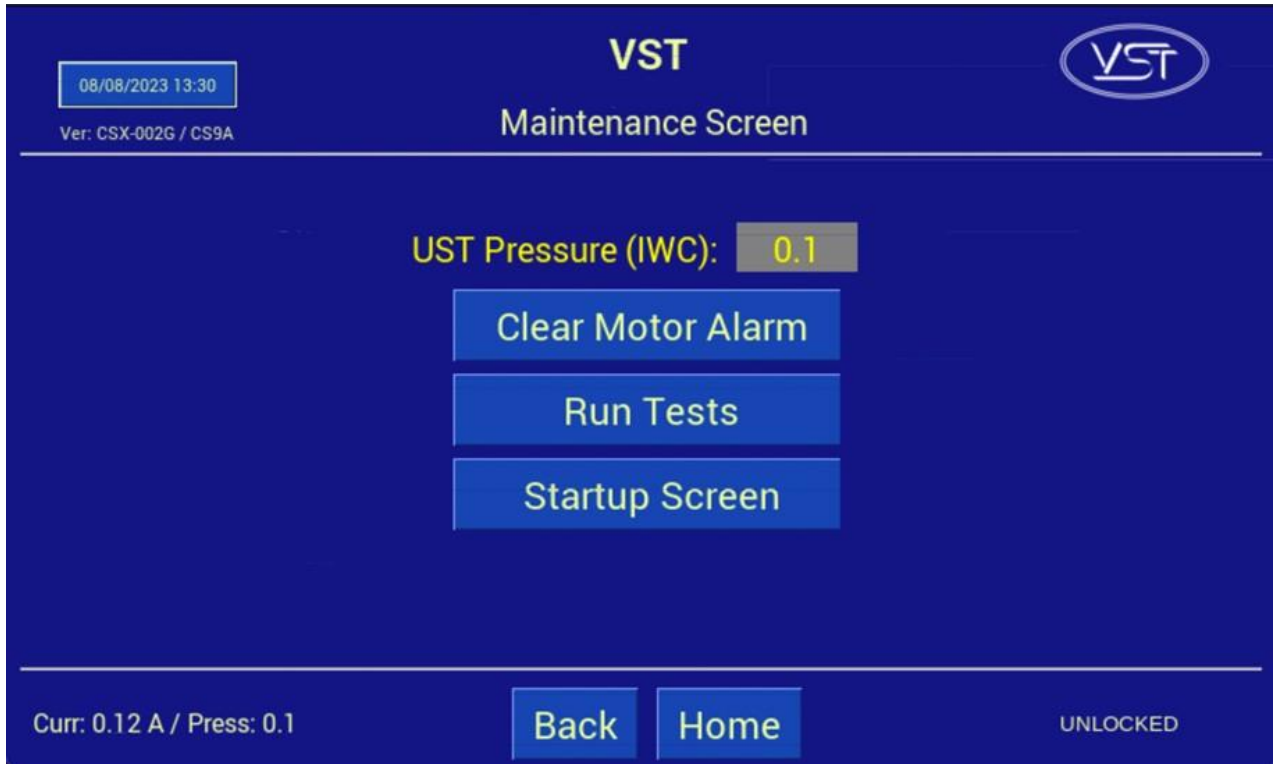
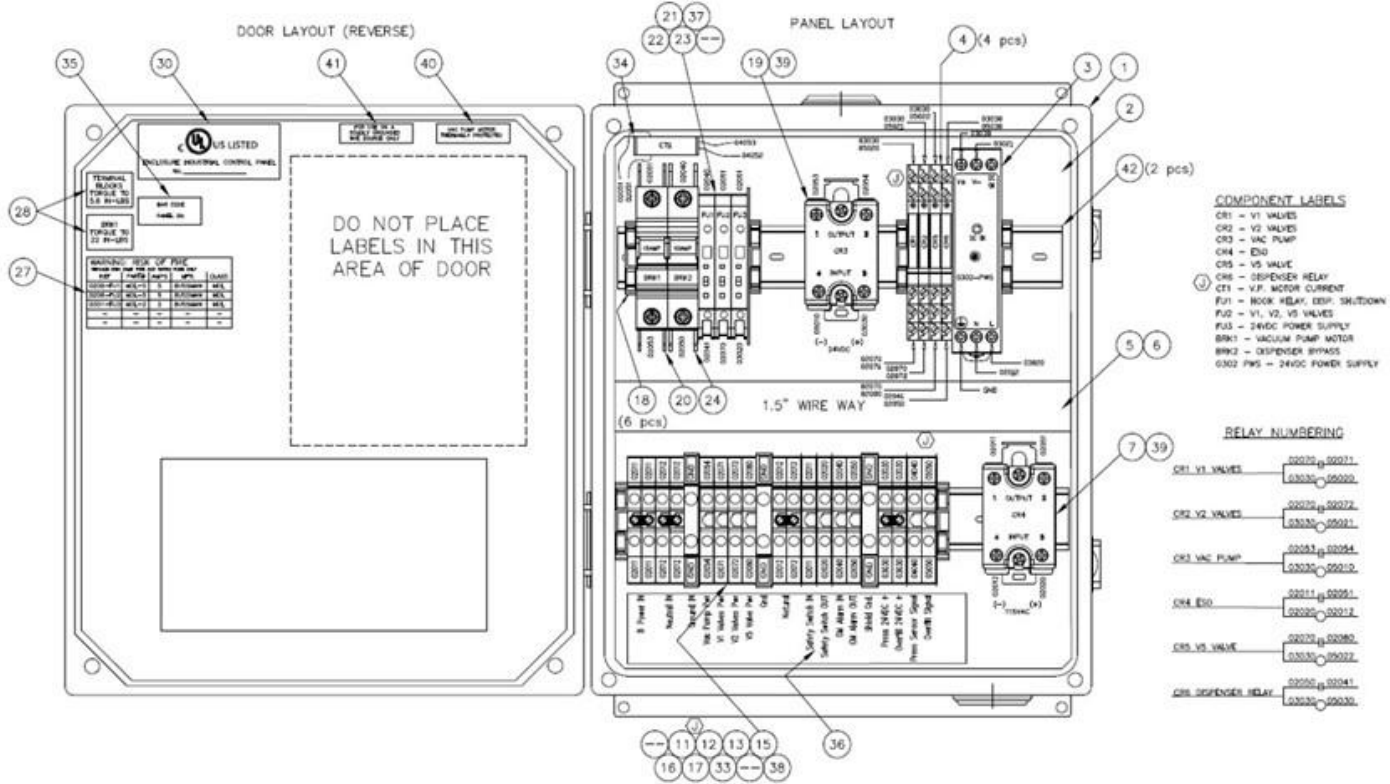

Figura 8-17: Pantalla de mantenimiento
Figura 8-21: Componentes eléctricos del panel de control del VST
1.	<p>Compruebe si se ha desconectado el disyuntor de la bomba de vacío (BKR1) en el panel de control. Vea la Figura 8-21.</p> <ul style="list-style-type: none"> a) Ingrese a la pantalla de Mantenimiento usando el código 878 para deshabilitar el GREEN MACHINE. b) Abra la puerta delantera del panel de control. c) Compruebe el disyuntor BRK1 para ver si se desconectó: <ul style="list-style-type: none"> ● Si la palanca del disyuntor está hacia arriba y la ventana está en ROJO, el disyuntor no se ha desconectado. ● Si la palanca del disyuntor está hacia abajo y la ventana está en VERDE, el disyuntor se ha desconectado. d) Si el disyuntor no se ha desconectado, vaya al Paso 2. e) Si el disyuntor de la bomba de vacío se ha desconectado, mueva la palanca hacia arriba para reiniciar el disyuntor. f) Presione el botón Clear Motor Alarm para que la alarma se reinicie. Vea la Figura 8-17. g) Presione HOME en el PLC para regresar a la pantalla principal y se borrará la alarma. h) La GREEN MACHINE ahora se encuentra en modo de operación normal y funcionará si la presión del UST es superior a 0.2IWC. i) NOTA: SI EL DISYUNTOR DE LA BOMBA DE VACÍO SE SIGUE DESCONECTANDO, AVANCE AL PASO 2.
- i) Presione el botón Reset Clear Motor Alarm para que la alarma se reinicie. **Vea la Figura 8-17.**